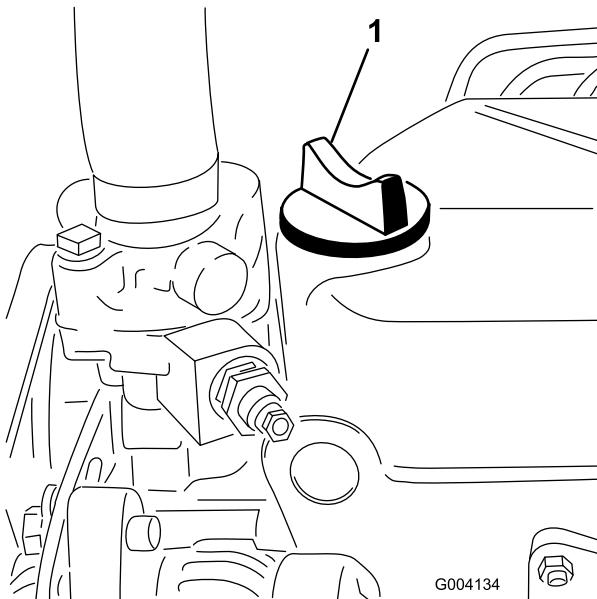

Bild 31
5. Wenn der Ölstand unter der VOLL-Markierung liegt, nehmen Sie den Fülldeckel ab (Bild 31) und gießen Sie genug Öl ein, um den Ölstand bis zur VOLL-Markierung am Peilstab anzuheben.